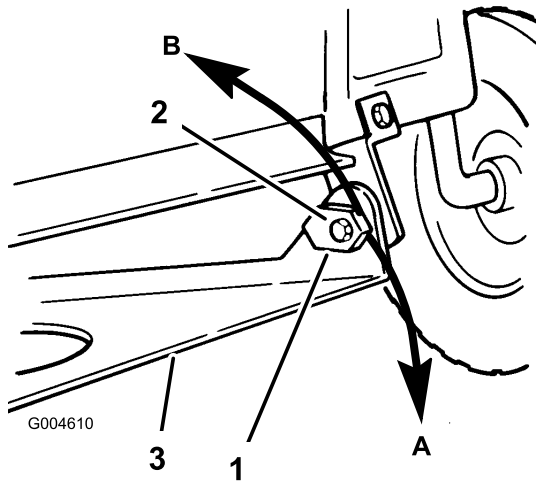

Bild 48
15. Juster den langsgående knivhældning ved at dreje specialjusteringsmøtrikkerne på begge sider af plæneklipperens drejebeslag (Bild 48).
16. Drej langsomt justeringsmøtrikken for venstre hældning nedad for at hæve plæneklipperens forende. Drej møtrikken opad for at sænke plæneklipperens forende (Bild 48). Drej justeringsmøtrikken, indtil plæneklipperens forende er 6 til 16 mm lavere end plæneklipperens bagende.